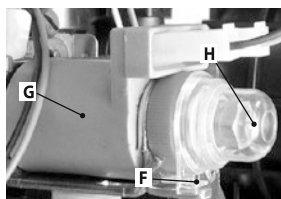

Рис. 7.3
• Установите на место защитную заглушку «**H**» (Рис. 7.3).